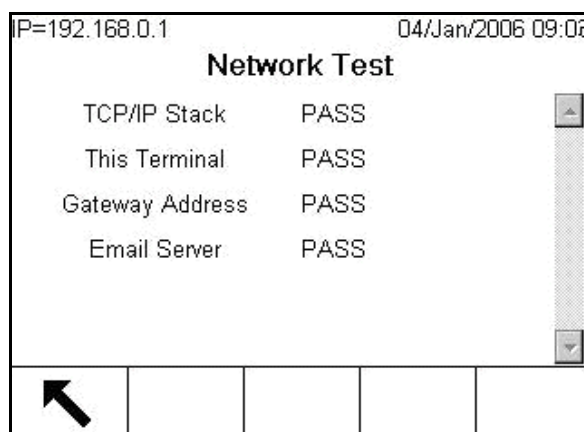

Figura 3-27: Pantalla de prueba de red
- Prueba de red: Permite la prueba de programación, hardware y programa de actualización de instrucciones del fabricante de Ethernet en la terminal. La Figura 3-27 muestra el resultado de la ejecución de una prueba de red.